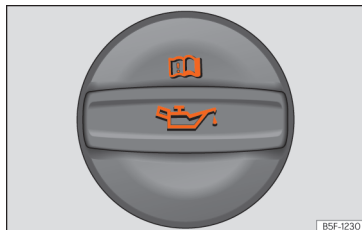

Abb. 230 Deckel der Motoröl-Einfüllöffnung im Motorraum.
- Suchen Sie den Motoröl-Einfüllstutzen. Sie erkennen ihn an dem Symbol  auf dem Deckel »» **[Abb. 230].**
- Schrauben Sie den Deckel der Motoröl-Einfüllöffnung ab »» **[Abb. 230].**